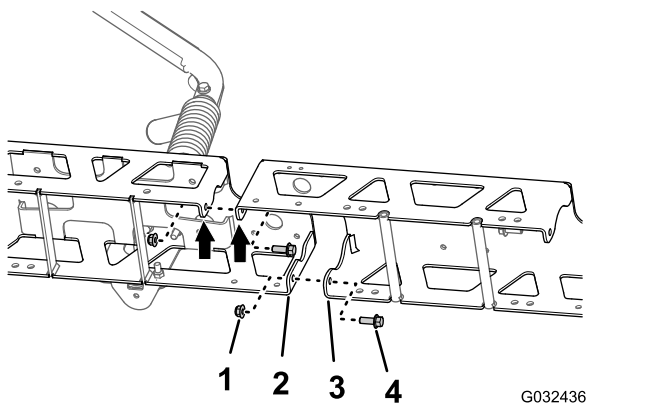

Figura 76
1. Alinee los orificios de las pestañas verticales de la extensión del brazo central con los orificios del perfil del travesaño (Figura 76).
2. Sujete provisionalmente la extensión del brazo central al perfil del travesaño (**Figura 76**) con los 2 pernos con arandela prensada (3/8" x 1") y las 2 contratuercas con arandela prensada (3/8") que retiró en el paso 1 de Separación del travesaño de la sección de brazo central \(página 35\).
3. Alinee los orificios de las pestañas verticales de la extensión del brazo central con los orificios del otro perfil del travesaño (**Figura 76**).
4. Sujete provisionalmente la extensión del brazo central al otro perfil del travesaño (**Figura 76**) con los 2 pernos con arandela prensada (3/8" x 1") y las 2 contratuercas con arandela prensada (3/8") del kit de acabado del sistema de fumigación GeoLink (**Figura 76**).